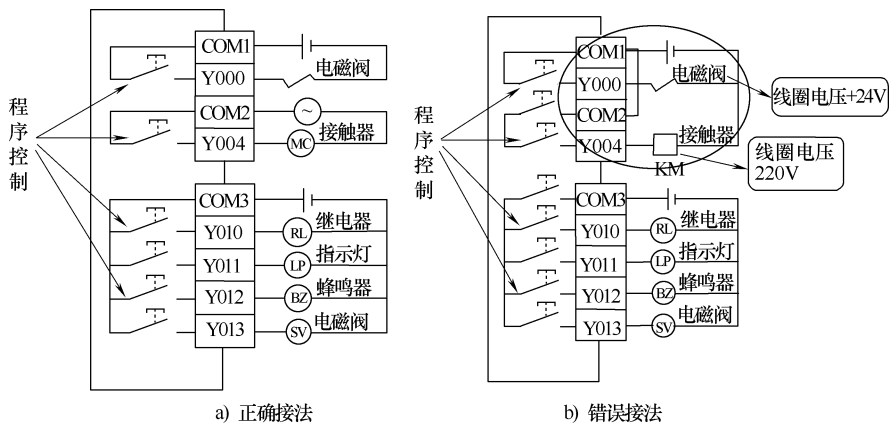

图 1-40 PLC 的多个输出端的接线
**预防措施：**在进行 PLC 的多个输出端接线安装时，应将交流负载和直流负载区分开来，分别接到不同的 COM 端上，其正确的接线方法如图 1-40 所示。